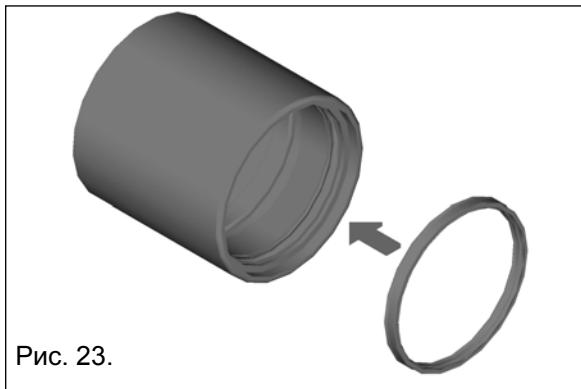

Рис. 23.
- полиуретановое уплотнительное кольцо (рис. 23.);